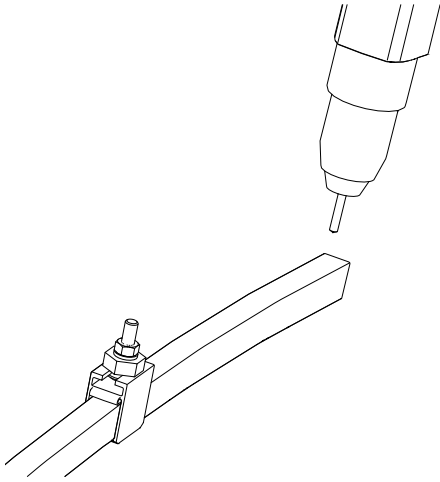

Abb. 7: Bohrung für die Aussparung im Isolierprofil bohren
- Ins Isolierprofil bohren (siehe Abb. 7). **ANMERKUNG:** Nicht in die Stromschiene bohren!